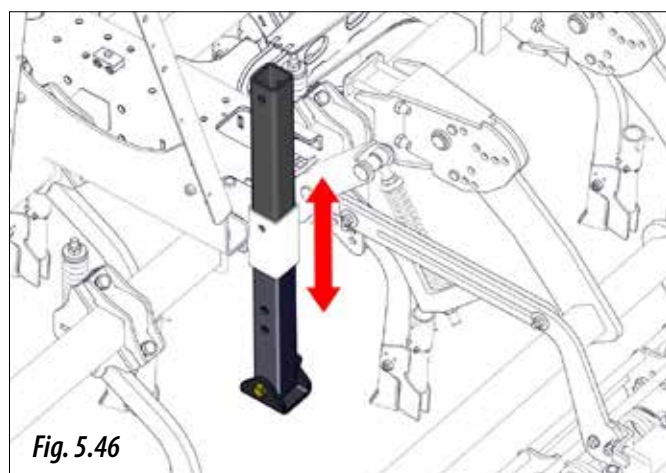

Fig. 5.46
- 2- Mutați piciorul de susținere în poziția dorită (Fig. 5.46).